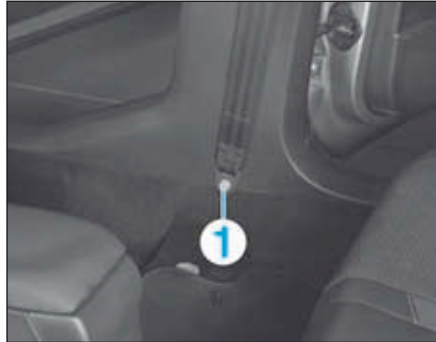

FIG.24
- Déposer le cache-vis et la vis (1) du point d'ancrage inférieur de ceinture de sécurité (Fig.24).